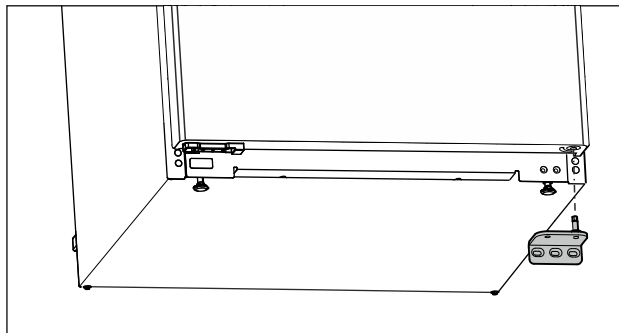

Fig. 15
- ▶ Fjern lagerbukken nedover. (se Fig. 15)